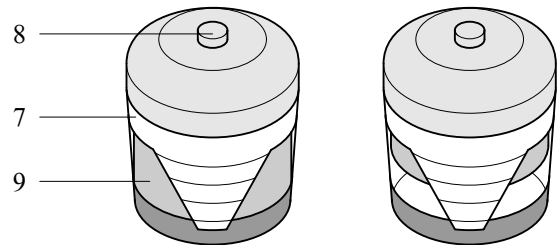

Fig. 5.3 Vacuumindikator
1. Løsn låseklemmerne (1) og tag støvduskskalleren (2) ud. Rens støvduskskalleren.
2. Tag elementet (4) ud af filterbeskyttelsen (5).
5. Nulstil vacuumindikatoren (fig. 5.3).